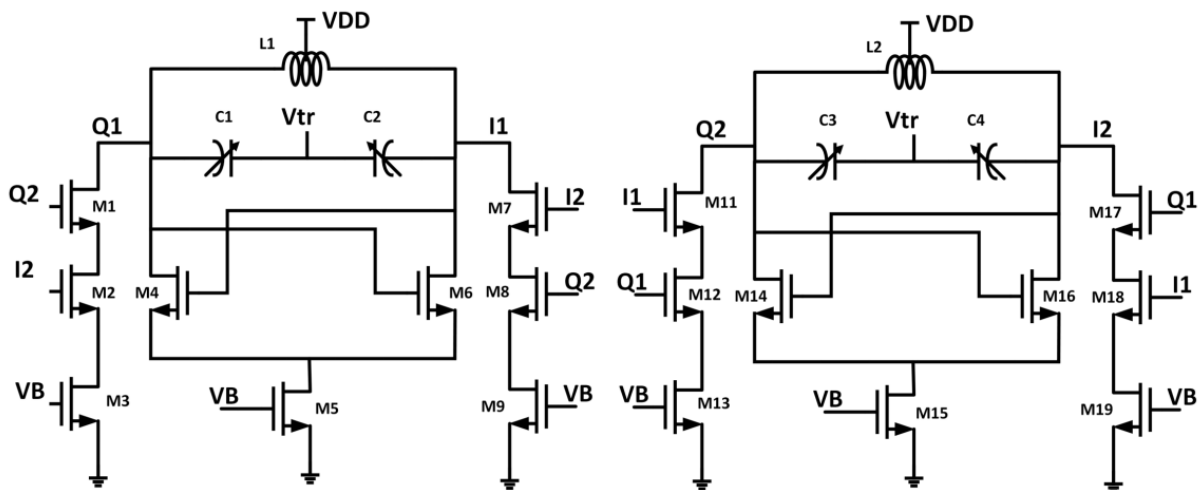
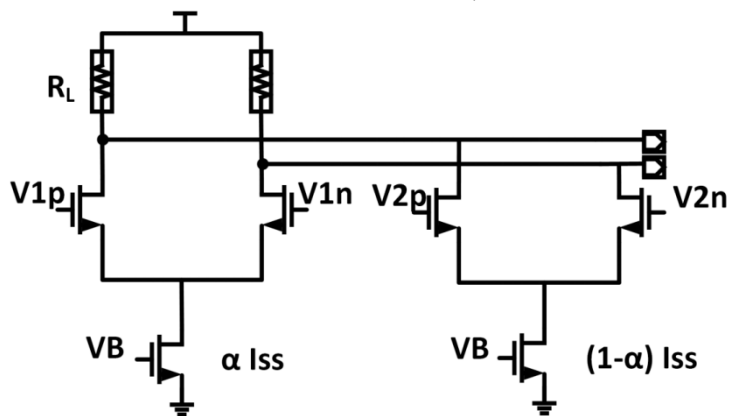

图 1 正交压控振荡器
图 2 模拟相位插值器
请设计一种带相位插值的正交振荡器，如图 1 所示为正交振荡器，图 2 为模拟插值器，各项指标如下：
- 4) 将两个负阻振荡单元进行交叉耦合连接构成图 1 所示的正交振荡器，绘制出整体电路。通过调节电路中 MOSFET 的宽长比，
- 5) 将上一步中相位差为 90° 的相邻两路正弦振荡信号分别通过缓冲器后，接入如图 2 所示的模拟相位插值器输入信号两端，构成能产生 45° 相位差的正弦信号。进行瞬态仿真，得到相位差为 45° 的八路正弦输出波形（额外需要 0° 、 45° 、 90° 瞬态波形进行相位对比），要求振荡频率为 30-50GHz，摆幅大于 80mV。电阻在 50 欧姆至 100 欧姆均可，可根据需求摆幅以及波形做出适当调整。
2. 图 2 中的输入信号端 V1p、V1n 与 V2p、V2n 由图 1 中输出 Q1、I1、Q2 与 I2 选择接入（并非一一对应）。
并阐述图 1 所示的正交振荡器电路以及图 2 所示的相位插值电路的工作原理及结构